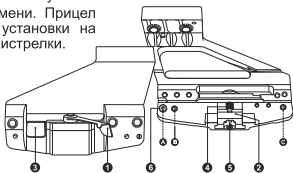

рис.2
- Поверните защелку (1) против часовой стрелки до упора (положение "открыто") (рис.2).
- Установите посадочное место кронштейна с фиксирующим угольником (2) на специальные приливы ствольной коробки карабина.
- Поверните защелку (1) круговым движением по часовой стрелке до упора. Положение "закрыто" определяется по характерному щелчку защелки (1) о замок (3).
- отожмите фиксирующий угольник (2) в сторону пружины (4) до упора;
- удерживая угольник (2) в отжатом положении, отрегулируйте натяжение замка крепления;
- при люфте кронштейна на оружии закручивайте гайку (5) по часовой стрелке;
- при невозможности защелкнуть замок откручивайте гайку (5) против часовой стрелки.
- Выкрутите упорный винт (6), нанесите на него резьбовой фиксатор (например, Loctite 638) и закрутите в одно из трех положений (А, В, С). Положение упорного винта определяется конструкцией приливной планки оружия и удобством использования.